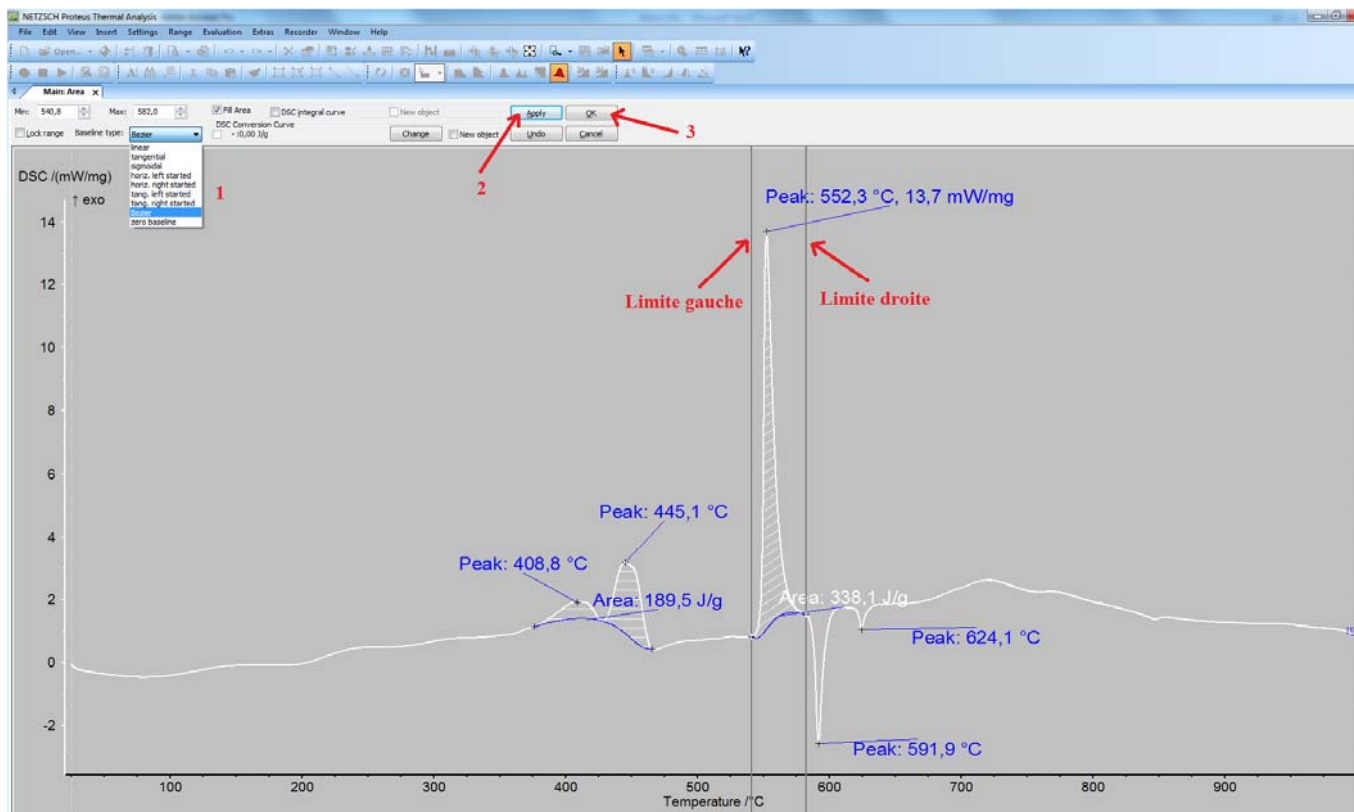

Figure 51 : Main Area
La fenêtre « Main area » s'ouvre (Figure 51). Positionner la limite gauche et droite de l'intervalle au début et à la fin du pic dont le calcul de l'aire va être réalisé. Différents types de lignes de base peuvent être choisis dans le menu déroulant (1). Cliquer sur « Apply ». Il est possible de déterminer l'aire de plusieurs pics (les uns après les autres), il suffit de déplacer les limites gauche et droite de l'intervalle à analyser et de cliquer sur « Apply ».